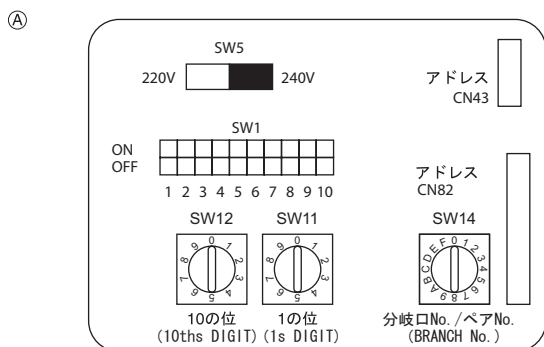

Fig. 5-5
5.5. Impostazione degli indirizzi (Fig. 5-5)